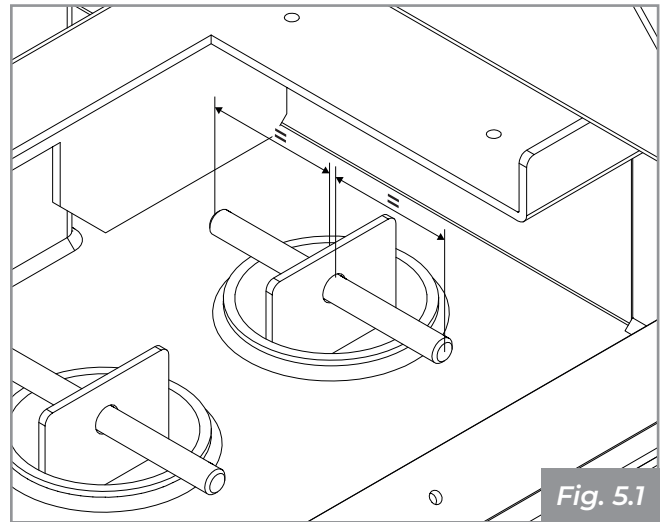

Fig. 5.1
- vérifier le bon positionnement des fiches sur les turbulateurs (**Fig. 5.1**) et des déflecteurs du circuit des fumées ;